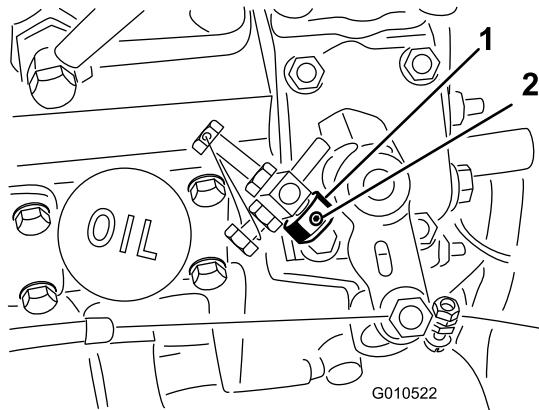

図 7
- スロットルストップについている固定ねじをゆるめる図 7。
- スロットルストップをハイアイドルねじまで動かす図 7。スロットルストップの面取りされている端部が外側を向くようにする。